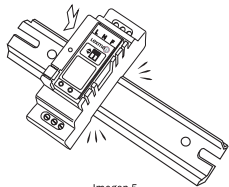

Imagen 5
6. Instale la caja con el receptor en el carril DIN del cuadro eléctrico (véase imagen 5).